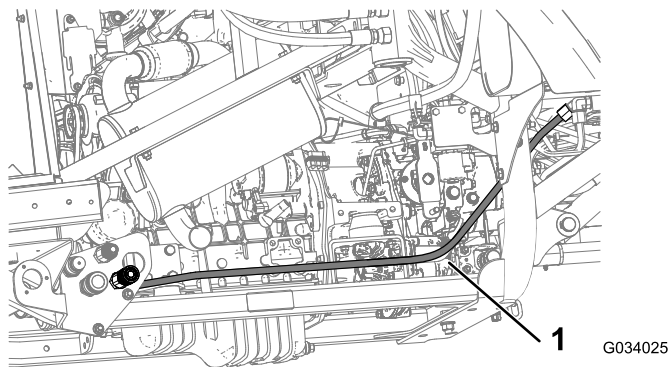

Figura 24
4. Montate il flessibile idraulico F proveniente dal raccordo a 45° sull'unione della piastra (2,57 poll.) del raccordo rapido (1/2 x 1/2 poll. femmina) del gruppo della piastra, come illustrato nella Figura 24.